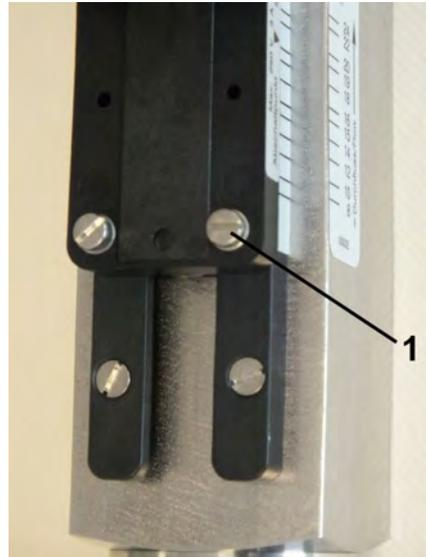

Abb. 66: Feststellschrauben lösen
3. ➤ Feststellschrauben (Abb. 66/1) des Schaltkontaktes mit einem Schlitzschraubendreher so weit lösen, dass er sich frei verschieben lässt
11. ► Feststellschrauben (Abb. 66/1) wieder festdrehen, dabei Anziehdrehmoment einhalten (*☞ Kapitel 11.1 „Schrauben-Anziehdrehmomente“ auf Seite 89*)